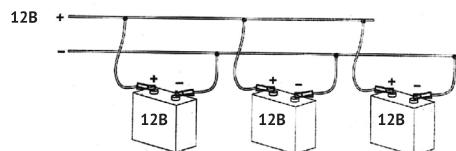

рис. 5
7.3.6 При зарядке нескольких аккумуляторов может использоваться последовательный поз. А (рис. 5) или параллельный способ В (рис. 5).